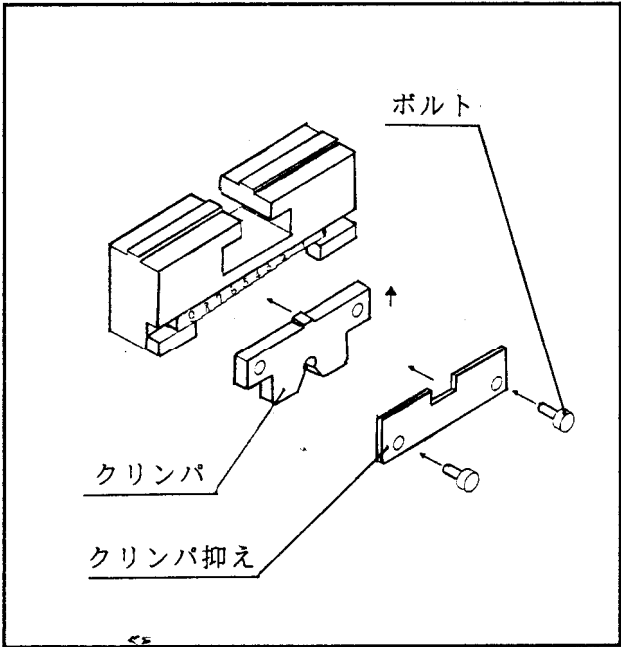

図 7
- ①図 7 の様に 2 本のボルトを取外して下さい。
- ②クリンパ抑え及びクリンパを取外して下さい。
- ③新しいクリンパに交換し、クリンパ抑えを取付け、クリンパを上押しながら、ボルトで締め付けて下さい。